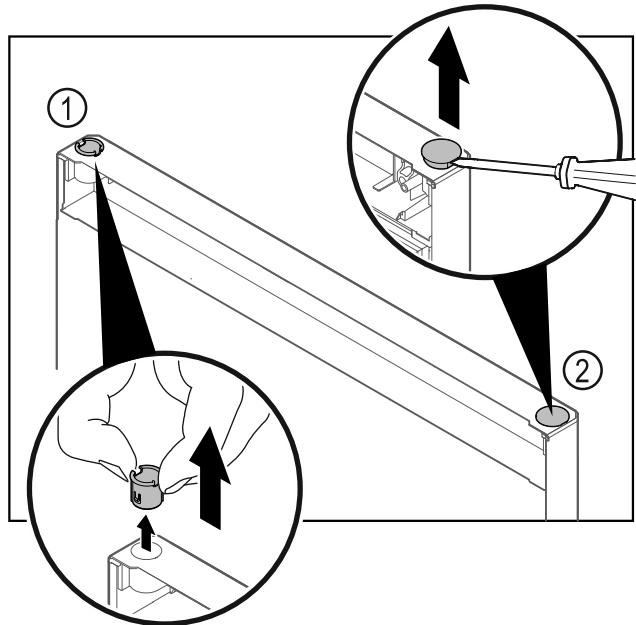

Fig. 21 Πόρτα τμήματος συντήρησης
- Τραβήξτε έξω την υποδοχή μεντεσέ Fig. 21 (1) με τα δάχτυλα.
- Ανασηκώστε προσεκτικά την τάπα Fig. 21 (2) με ένα ίσιο κατσαβίδι και τραβήξτε την έξω.